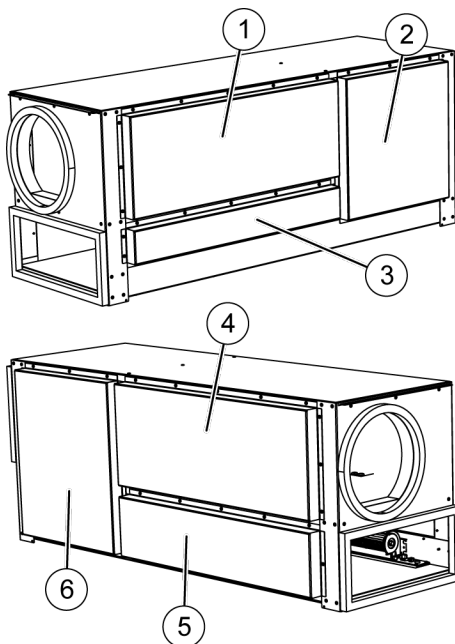

Abb. 28: Deckel abschrauben
- 14.** ▶ Alle Deckel (Abb. 28/1 bis 6) auf der Vorder- und Rückseite des Oberteils abschrauben.